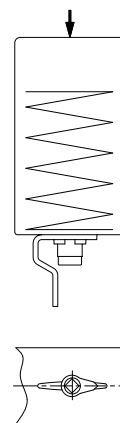

рис. 2
2. Одинарное действие НО (нормально открытый). Диск (03) и индикатор положения (58) должны находиться в открытом положении (см. рис. 2).